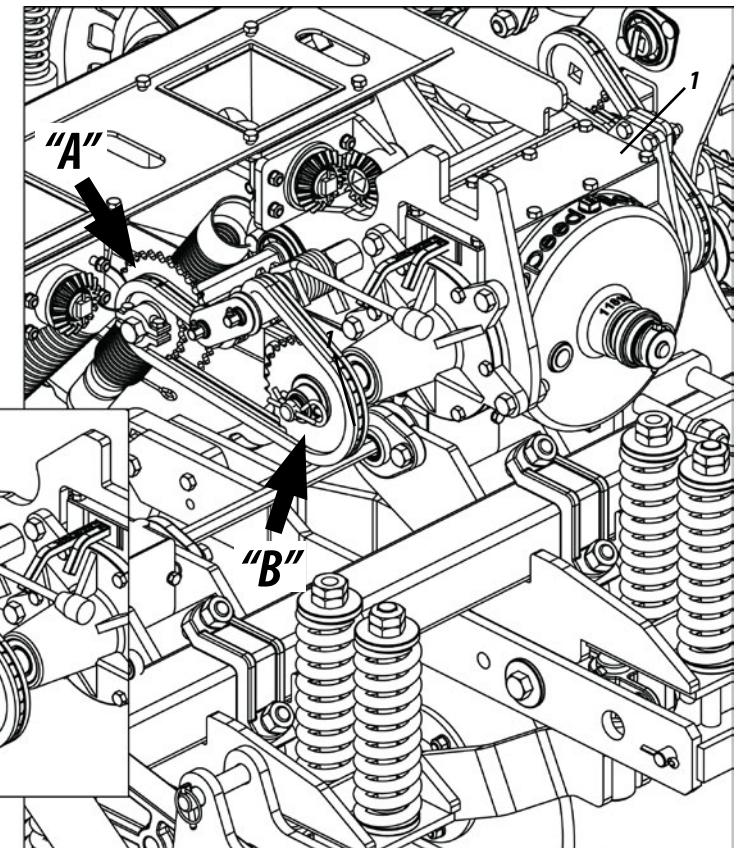

Figura 22
REGULAGEM PARA DISTRIBUIÇÃO DE SEMENTES (FIGURA 22)
- 1- A regulagem da semente é feita através da *Speed Box* (1). Para obter mais regulagens efetue a inversão da corrente nas engrenagens motora "A" e movida "B", conforme mostra a figura 22.